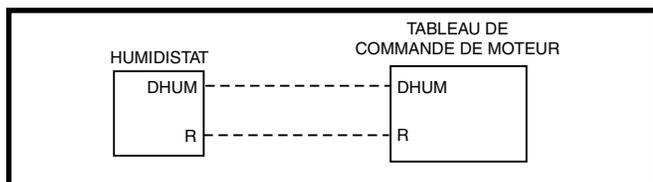

Figure 6. Configuration du câblage de déshumidification
1. Si le thermostat de la pièce intègre un capteur d'humidité et une sortie **DHUM**, branchez la sortie **DHUM** du thermostat à la borne **D** du tableau de commande du moteur. Voyez la Figure 6 (page 9).